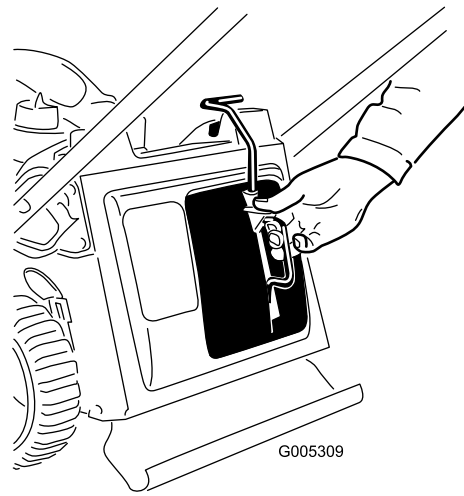
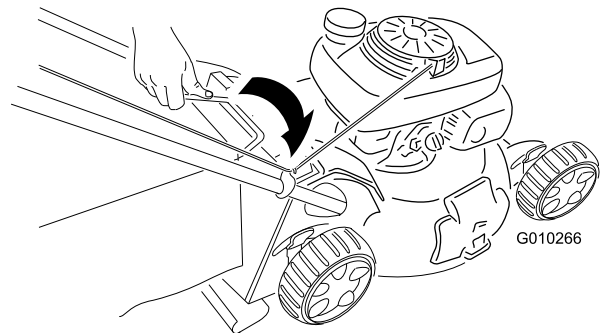

Figura 16
Figura 17
1. Instale el tapón de mulching (Figura 16) o la bolsa de recogida (Figura 17) en la máquina.